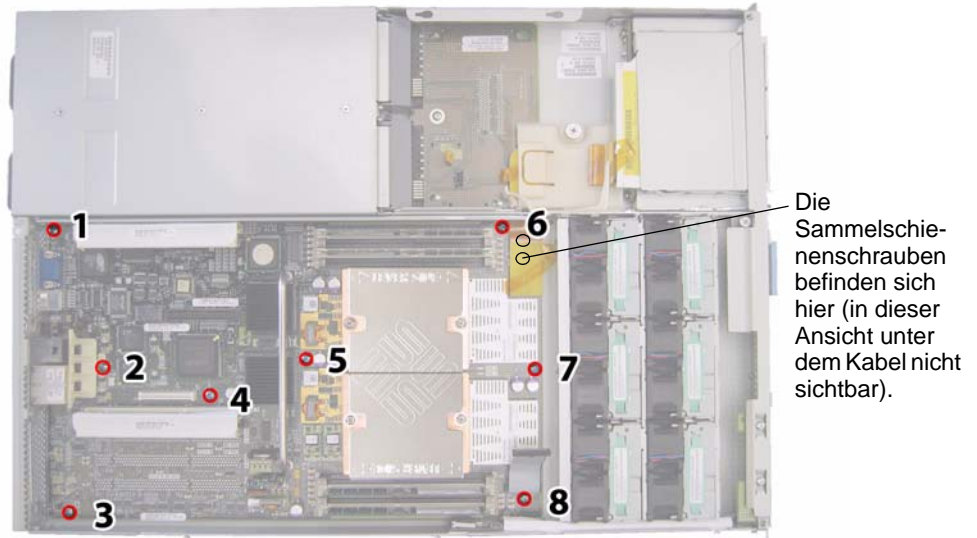

ABBILDUNG 3-52 Lage von Halteschraube der Hauptplatine und Sammelschienenschrauben
14. Lösen und entfernen Sie die acht Kreuzschlitzschrauben, mit denen die Hauptplatine am Gehäuseboden befestigt ist. In ABBILDUNG 3-52 sehen Sie, wo sich die acht Schrauben befinden.
15. Entfernen Sie mithilfe eines 8-mm-Sechskantschlüssels die Sammelschienenschrauben von der Hauptplatine. Siehe ABBILDUNG 3-52.